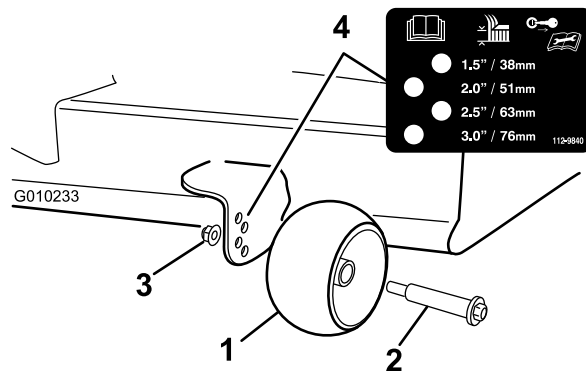

Figure 21
3. Réglez les galets anti-scalp comme montré à la Figure 21, à la position correspondant le mieux à la position de hauteur de coupe.